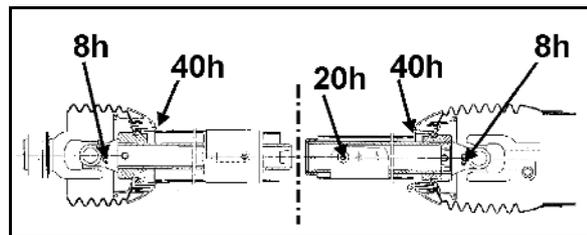

Fig. 135
4. Federklammern (Fig. 135/1) aller Stoßverbinder lösen.